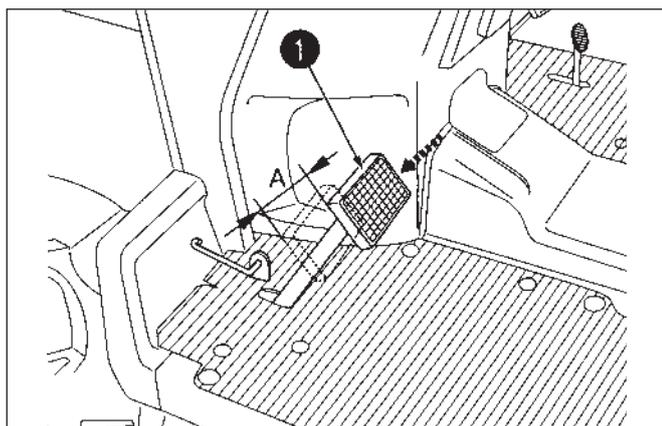

FIG. 6-35
**FIG. 6-35:** Contrôlez régulièrement la garde d'embrayage et réglez-la si nécessaire. La garde d'embrayage correcte (A) est de 20 à 30 mm en mesurant à l'arrière de la pédale (1) comme illustré.